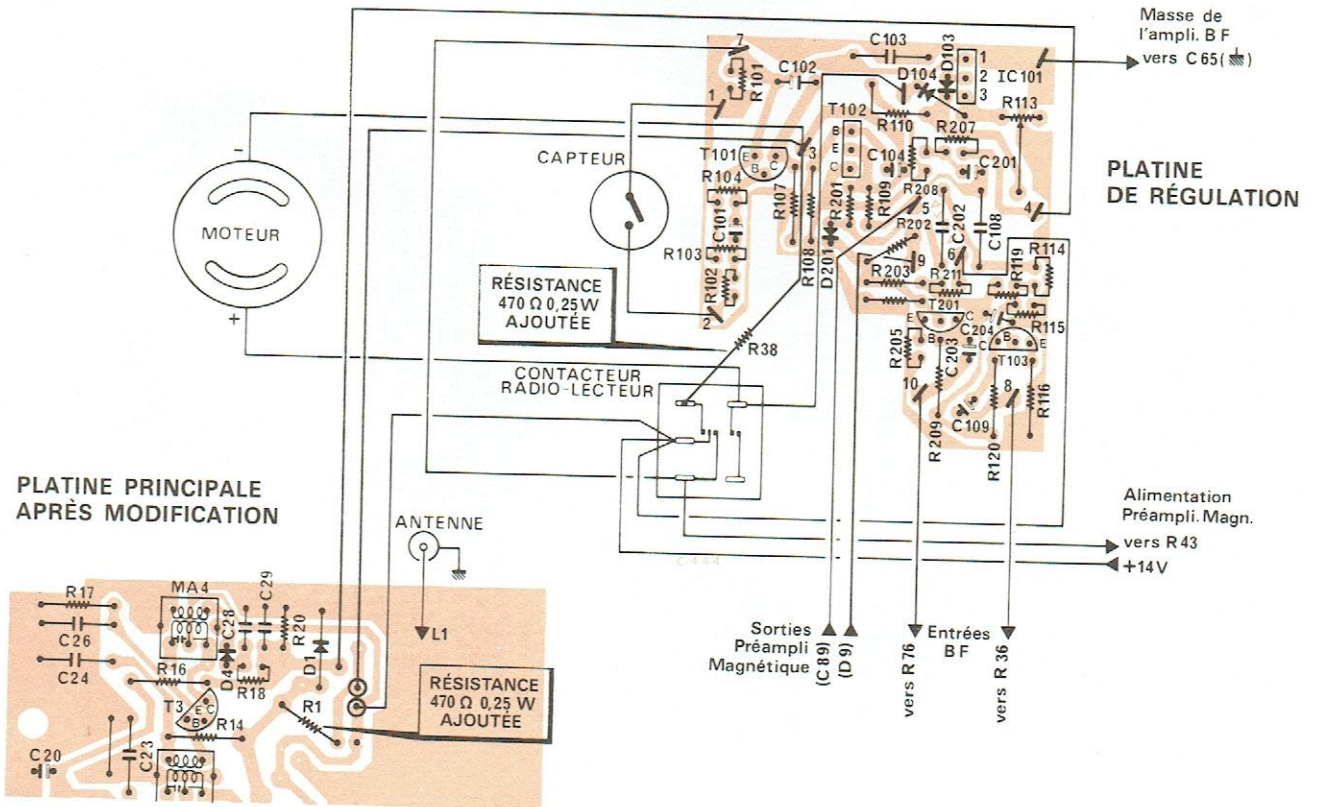

Fig. 6
- Ajouter une résistance de 470 Ω 0,25 W (repère R1) entre l'anode de la diode D1 et l'alimentation HF commutée (Fig. 6).
- Ajouter une résistance de 470 Ω 0,25 W (repère R38) entre l'inverseur radio-cassette et l'alimentation HF commutée (Fig. 6).
- Câbler la nouvelle platine en vous aidant de la figure 6.